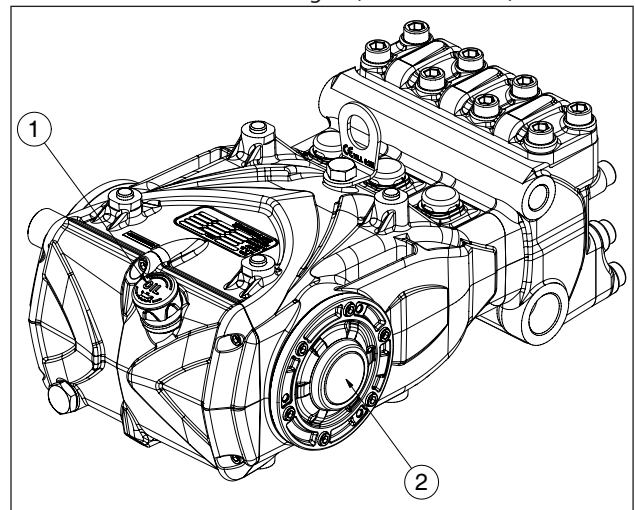

Abb. 13
- Der Ölstand im Pumpengehäuse korrekt ist, u.z. über den entsprechenden Messstab (Pos. ① Abb. 13) und ausnahmsweise am Schauglas (Pos. ② Abb. 13).